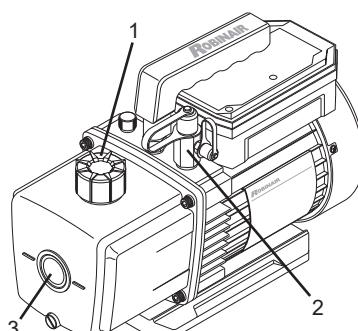
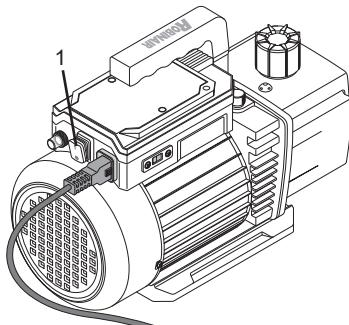

Abbildung 4
Abbildung 5
2. Auslass-/Öleinfülldeckel (1) entfernen (siehe Abbildung 4).
3. Öl in den Ölverratsbehälter einfüllen, bis der Ölstand mit den Markierungen auf beiden Seiten des Schauglases (3) übereinstimmt (siehe Abbildung 4).
4. Auslass-/Öleinfülldeckel austauschen (1) (siehe Abbildung 4).
5. Eine Kappe der Einlassöffnung (2) entfernen (siehe Abbildung 4).
6. Gerät an die Stromquelle anschließen und die Vakuumpumpe einschalten (1) (*siehe Abbildung 5*).
8. Nachdem die Pumpe eine Minute lang gelaufen ist, Pumpe ausschalten (1) (*siehe Abbildung 5*), im Schauglas Ölstand prüfen (3) (*siehe Abbildung 4*) und bei Bedarf Öl nachfüllen.